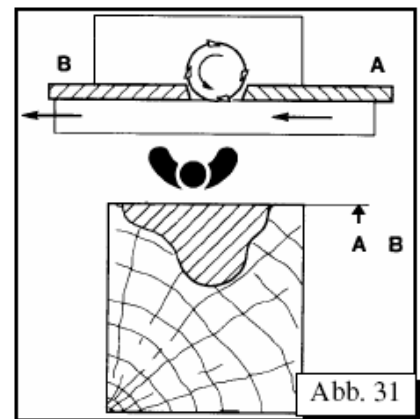

Abb. 31
- ↓ Si le profil n'est pas sur toute le côté de la pièce, les deux guides de support devraient être alignés (Fig. 31).